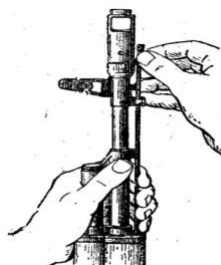

Рис. 20. Отделение шомпола
3. **Отделить шомпол.** Оттянуть конец шомпола от ствола так, чтобы его головка вышла из-под упора на основании мушки (рис. 20), и вынуть шомпол.